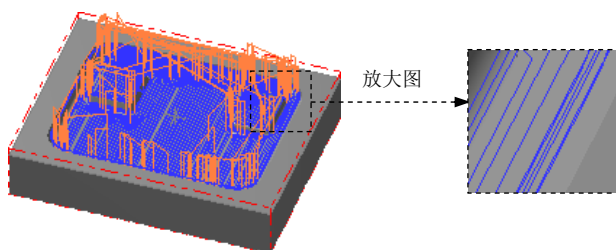

图 10.14 刀具路径
(4) 设置冷却方式。在 **参数** 选项卡中单击 **Coolant...** 按钮, 在系统弹出的“Coolant...”对话框的 **Flood** (切削液) 下拉列表中选择 **On** 选项。单击 **✓** 按钮。关闭“Coolant...”对话框。
(5) 单击“定义刀具-机床群组-1”对话框中的 **✓** 按钮, 完成刀具参数的设置。
Step8. 单击“曲面残料粗加工”对话框中的 **✓** 按钮, 同时在图形区生成图 10.14 所示的刀具路径。